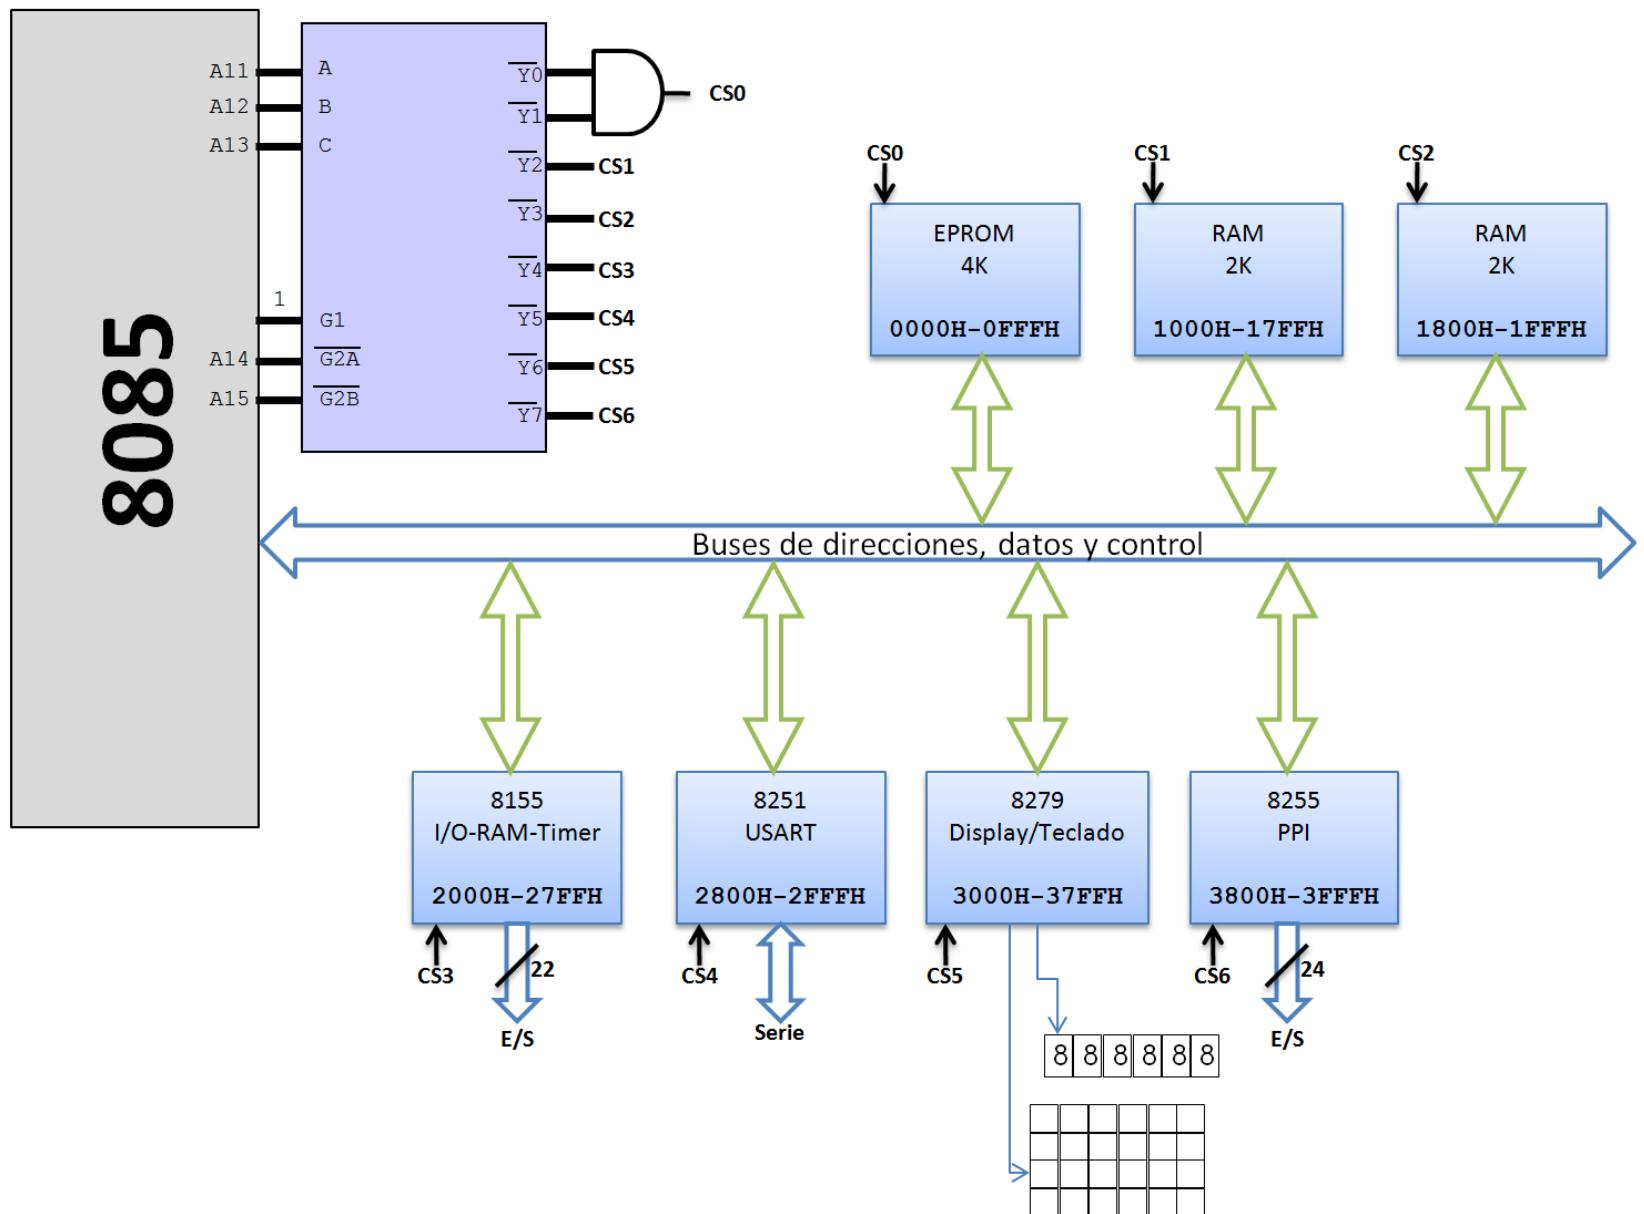

Figura 24. Esquema de bloques del sistema uP-2000.
El esquema de la Figura 24 (página siguiente) es un diagrama de bloques en el que aparecen los elementos principales del uP-2000: el microprocesador 8085, el conjunto de buses de direcciones, datos y control, los integrados auxiliares y la lógica de selección que permite activar uno u otro según las líneas que se activen en el bus de direcciones.
- Decodificador: Son dos circuitos integrados que facilitan la decodificación del mapa de direcciones del sistema uP-2000, según el esquema de la Figura 24.
El microprocesador 8085 tiene un bus de direcciones de 16 bits y, en consecuencia, una capacidad de direccionamiento de 65536 posiciones de memoria. En realidad no todas las direcciones corresponden a memoria porque, como se deduce del esquema de la Figura 24, parte de las líneas de direcciones se emplean para seleccionar el componente del sistema sobre el que va a trabajarse.